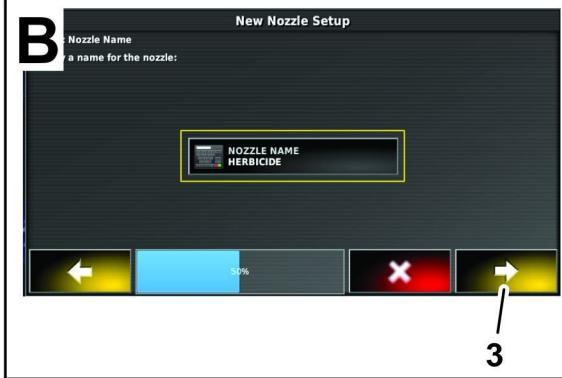

图 79
7. 用显示屏键盘输入喷嘴名称然后按确认图标 图 79。
8. 在新喷嘴设置对话框中——第 2 步按确认图标 图 79。
9. 在新喷嘴设置对话框中——第 3 步按确认图标 图 79。